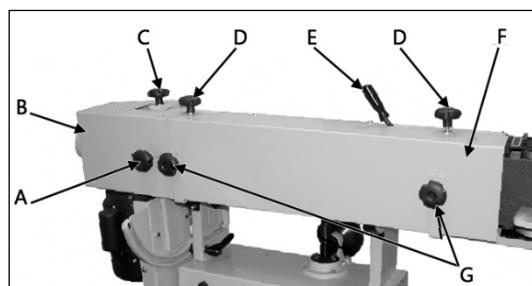

Рисунок 12.
Для обработки изогнутых краев – шлифовать внешние края следует на ровной части абразивной ленты, шлифовать внутренние края следует в области ведомого ролика. Дуговое и криволинейное шлифование можно выполнять с использованием малого рабочего стола (рис. 12, G, H).
Для этого – открутите рукоятку фиксации (C) (рис. 12) и снимите упор (15) (рис. 2).
Выкрутите рукоятку фиксации (A) (рис. 12) и демонтируйте патрубок (B). Выкрутите рукоятки фиксации (D, G) и демонтируйте защитный кожух (F).